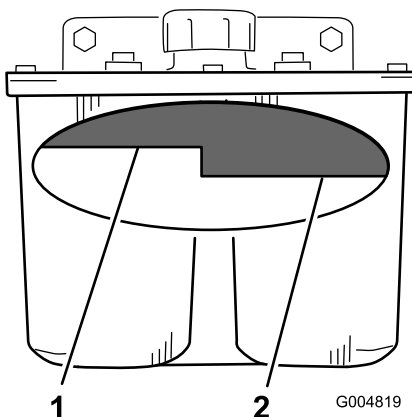

Figure 98
3. Nettoyez la surface autour du goulot de remplissage du réservoir hydraulique (Figure 98).
4. Enlevez le bouchon du goulot de remplissage et vérifiez si le réservoir contient du liquide (Figure 98).
**Remarque:** Lorsque l'huile est chaude, le niveau de liquide doit atteindre le haut du repère « à chaud » sur le déflecteur (Figure 98).